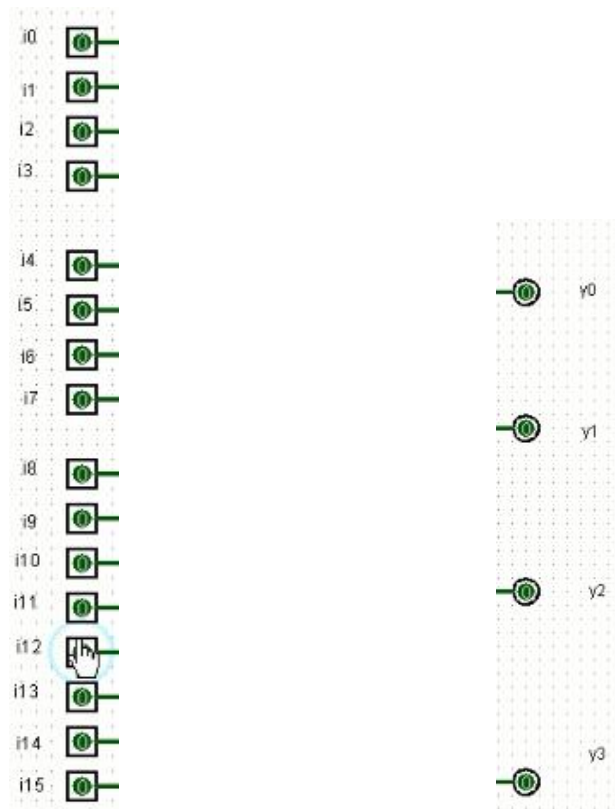

图 1 (a) 按钮模拟实现 0~15 的输入 (b) 4 位的二进制数输出
(1) 在 Logisim 中模拟键盘的数字输入，输入一个 0~15 的数字（通过按钮模拟实现，见图 1 (a)），通过电路设计输出一个 4 位的二进制数（见图 1 (b)）。